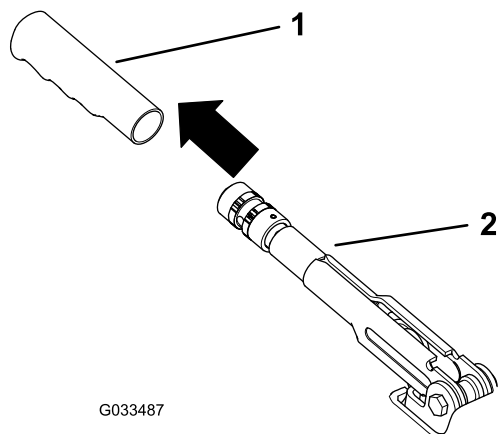

图 56
- 从手刹操纵杆上卸下橡胶握把图 56。
- 将橡胶握把装回手刹操纵杆图 56。